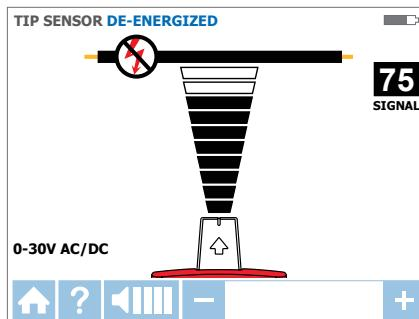

Figur 3.3b
3. Velg HRY-signalmodus for de fleste bruksområder. Skjermen blir som vist i figur 3.3b